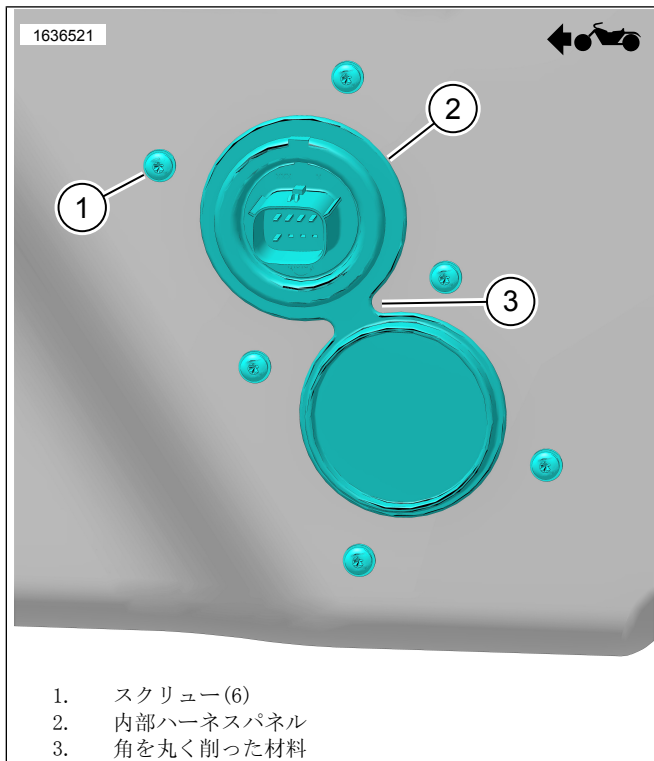

図7。内部ハーネスパネル
- d. 図7材料の角を丸く削ります(3)。
6. 図7内部ハーネスパネル(2)を取り付けます。